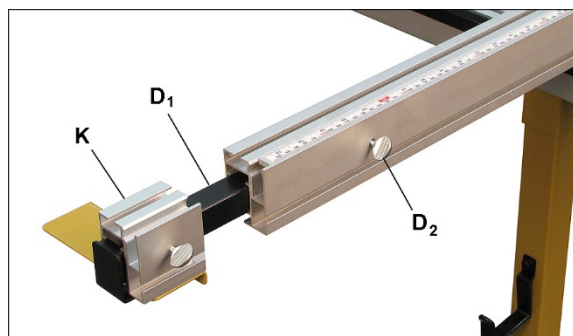

Рисунок 7-26
8. Полностью вытяните штангу удлинения (D₁, рисунок 7-26) из упора. Установите на штангу стопор удлинения (К), надев его с противоположного конца.
1. Выдвиньте из упора штангу удлинения со стопором (см. К, рисунок 7-26).